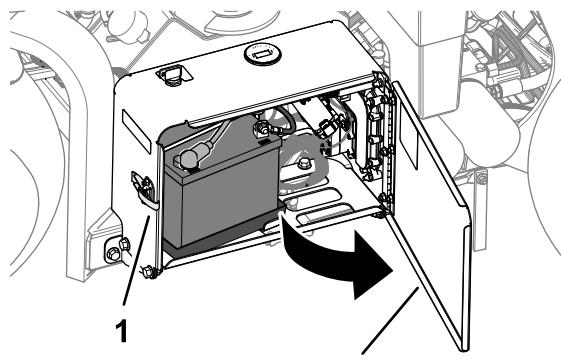

Figura 159
1. Desenganche y abra la puerta del compartimiento de la batería (Figura 159).